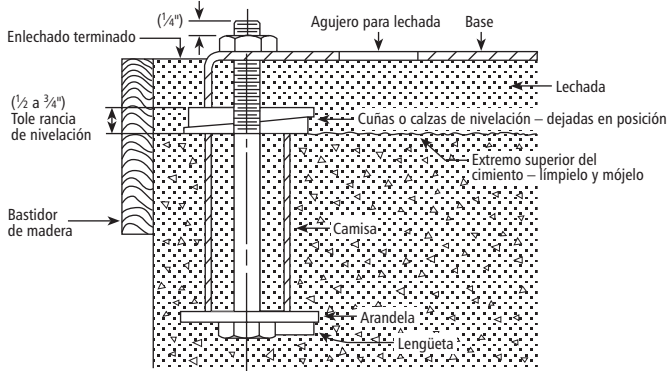

Figura 1
2.3.1. La plancha de asiento debe enlecharse a un cemento con base sólida. Consulte la Figura 1.